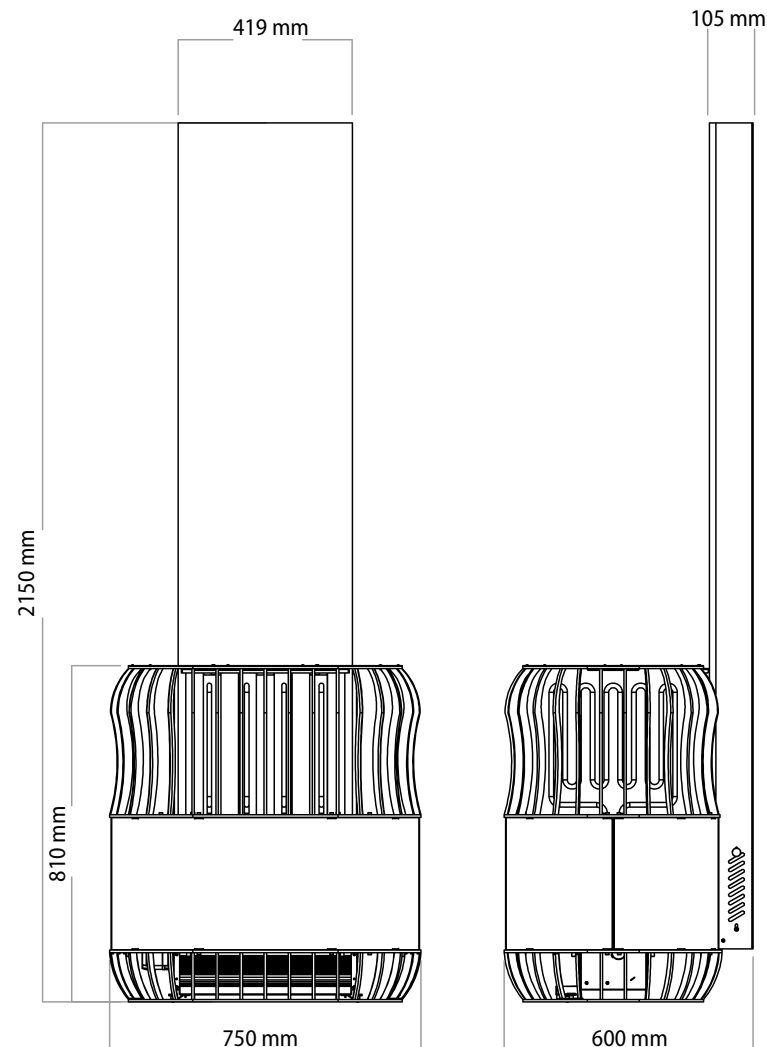

Bild 4
- Enhetens mått anges i bild 4.